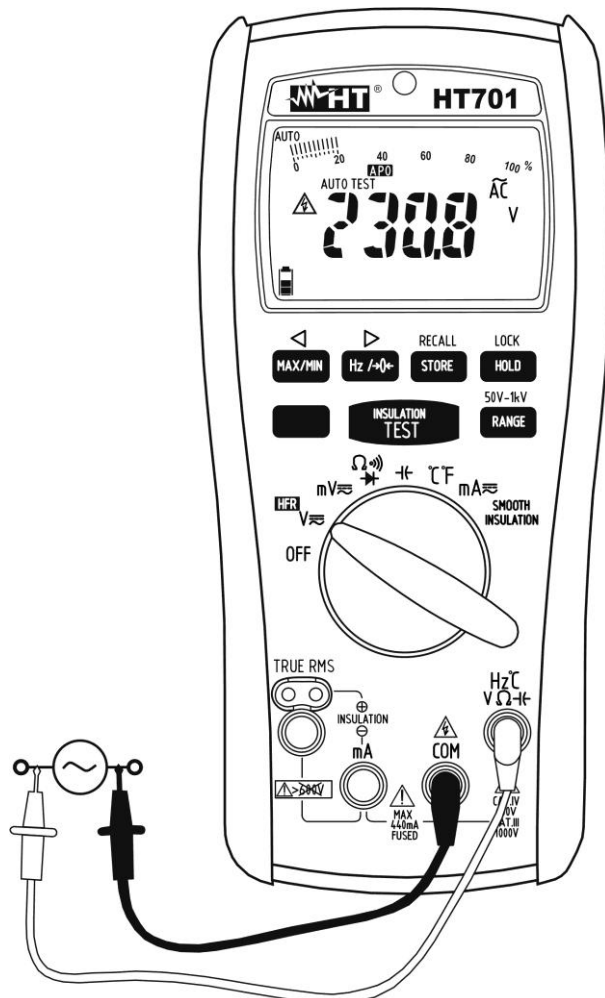

Fig. 3: Uso do instrumento para medir Tensões CA
4. Inserir o cabo vermelho no terminal de entrada **Hz°CVΩHz** e o cabo preto no terminal de entrada **COM** (consultar a Fig. 3)